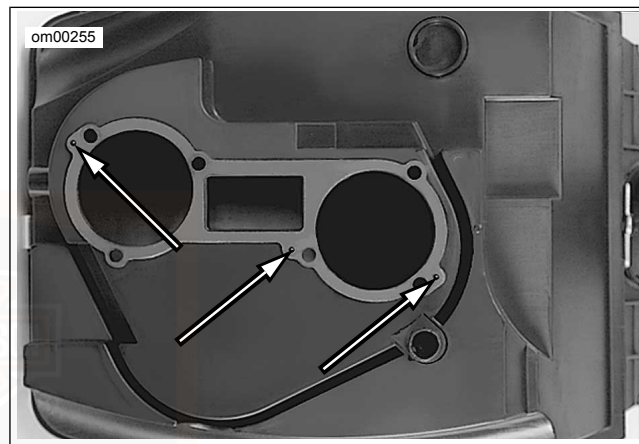

Abbildung 54. Luftfiltergehäusedichtung und Passstifte
12. Siehe Abbildung 54. Die Dichtung an der Unterseite des Luftfiltergehäusefachs untersuchen. Die Dichtung wird durch drei Passstifte an der Kontaktfläche fixiert.
16. Siehe Abbildung 54. Alle Markierungen ausrichten und die Ansaugtrichter einbauen; den längsten Trichter zur Vorderseite des Motorrads hin positionieren. Alle Befestigungsteile erst von Hand anbringen, um sicherzustellen, dass sie keine Gewinde ausreißen. Die drei Befestigungsteile an jedem Ansaugtrichter auf 6 N·m (53 in-lbs) anziehen.